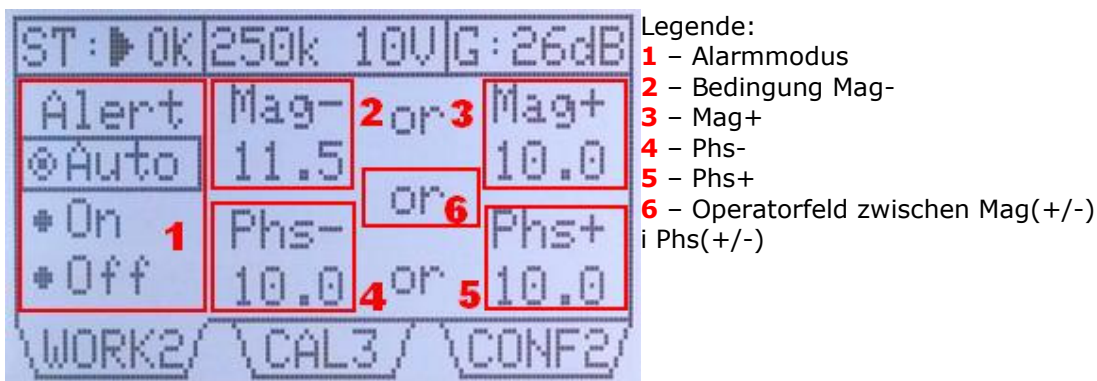

Abb. 4.13. Bereich WORK2
Bild 4.13 zeigt den Bereich WORK2, in dem Alarmbedingungen aktiviert werden können. Der ALARM OUTPUT Ausgang ist nur aktiv, wenn Alert eingeschaltet ist.
- Mode Auto – Alarm ist aktiviert nach der Erfüllung der Bedingungen, die in den Feldern 2 bis 6 (siehe Bild 4.13) definiert werden und nicht aktiv, wenn es nicht der Fall ist;